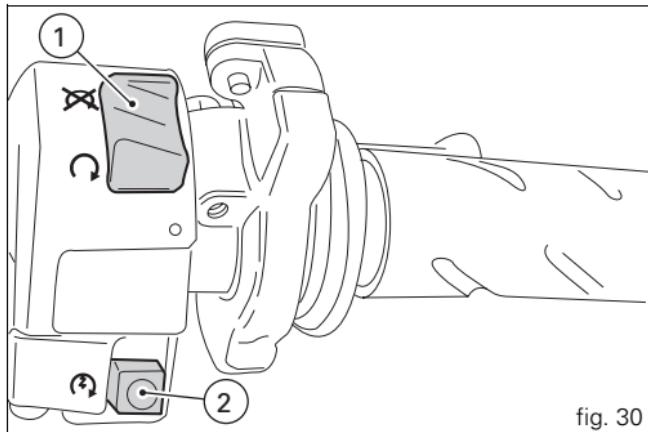

fig. 30
- 3) Controlar que el interruptor de parada (1, fig. 30) esté en **ON** (RUN) y presionar el pulsador de encendido (2, fig. 30). Este modelo dispone de encendido servoasistido. Esta función permite encender el motor presionando y soltando inmediatamente el pulsador (2). Al presionar el pulsador (2), el encendido se produce automáticamente en un tiempo que depende de la temperatura del motor. Una vez encendido el motor, el sistema inhibe el motor de arranque. Si el motor no se enciende, hay que esperar a que transcurran unos 2 segundos antes de volver a presionar el pulsador de encendido (2).